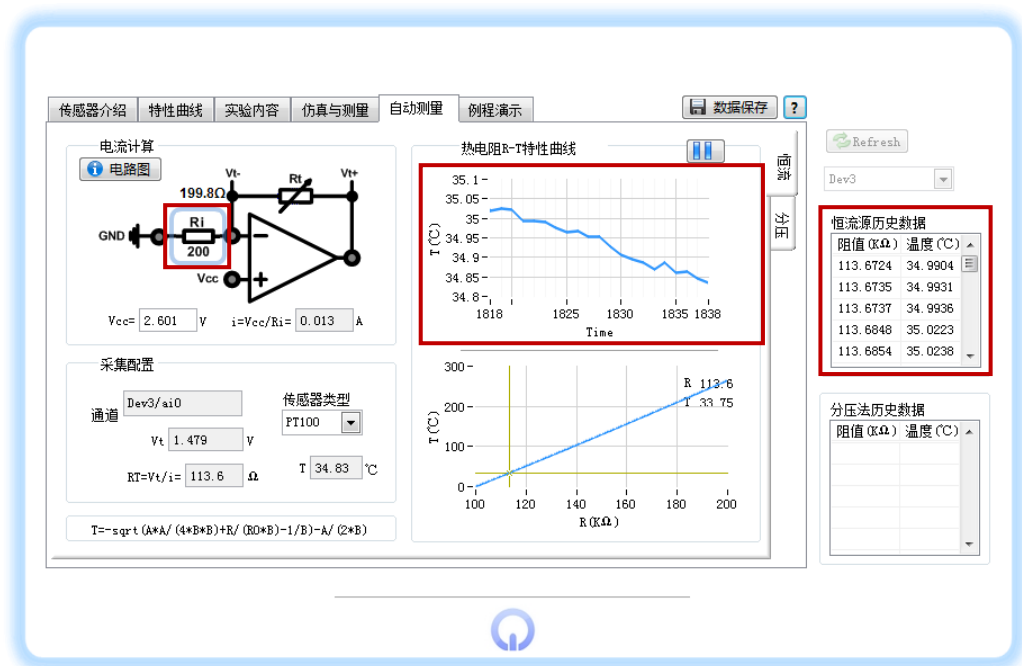

图 6-2 恒流源法自动测量界面
Step2：在自动测量选项卡中选中恒流模式，将电阻选择为 200Ω 。如图 6-2 所示。